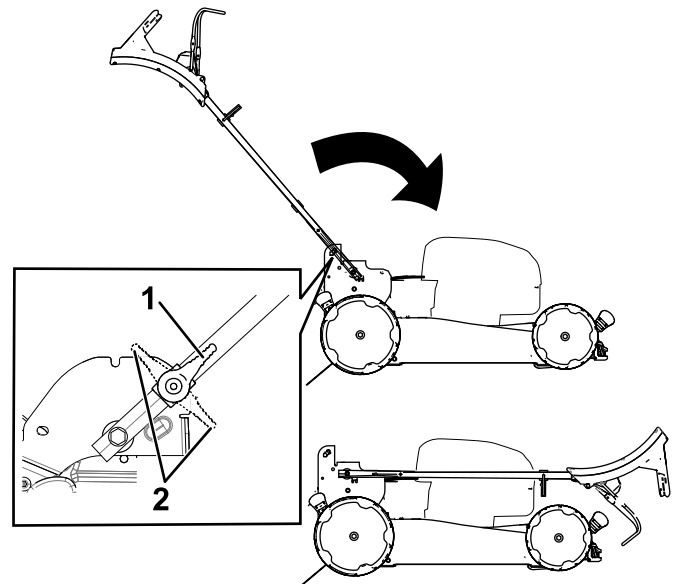

Figure 20
3. Ouvrez les verrous du guidon (Figure 20).
4. Rabattez le guidon complètement en avant (Figure 20).